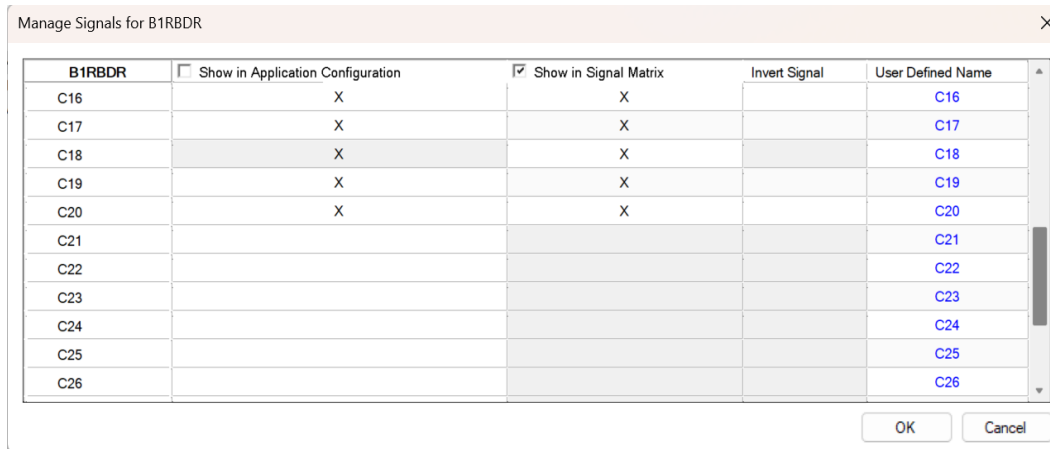

Imagen 307_Ventana de configuración del bloque B1RBDR.
4.2.2 Se seleccionarán sólo las que se están utilizando, empezando, dando doble clic en la columna de “Show in Signal Matrix”, recordando que las “x” significan que están seleccionadas. Observe la **Imagen 307**.